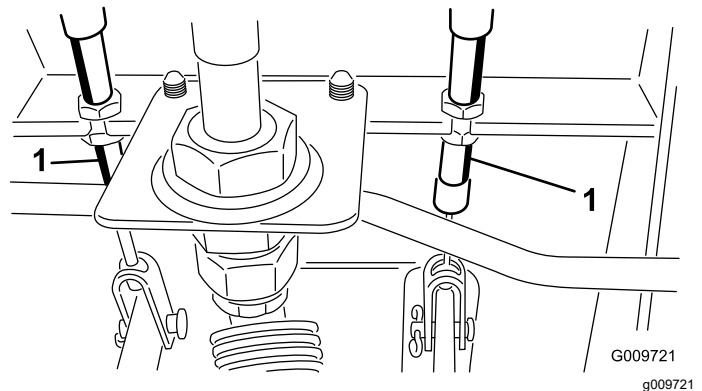

図 88
- A. ブレーキケーブル 図 88 の端にある前ナットをゆるめる。